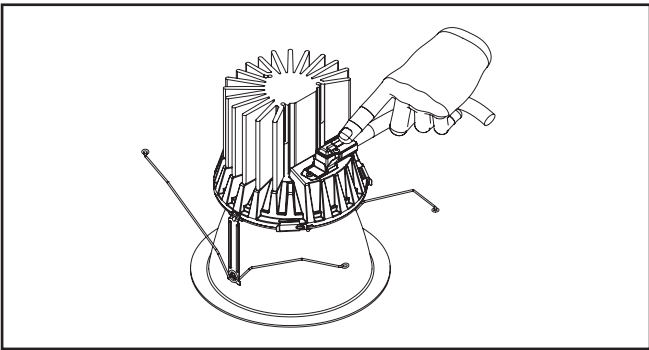

Figure 7
- Alignez correctement le connecteur comme indiqué en (Figure 7). Branchez la prise de débranchement rapide du luminaire sur le module.